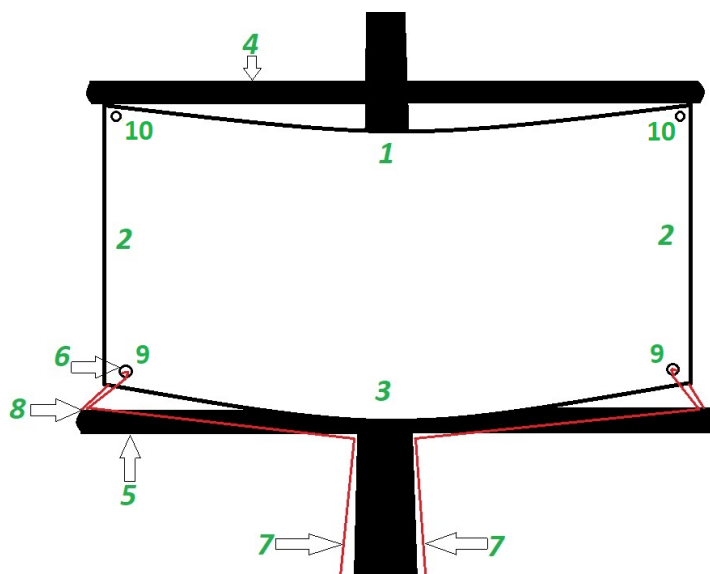

Figura 17. Esquema vela cuadra. Fuente: elaboración propia.
- Vela cuadra: tiene forma rectangular, y se compone, por tanto, de cuatro puños¹⁵. Sus partes se muestran en la Figura 17.